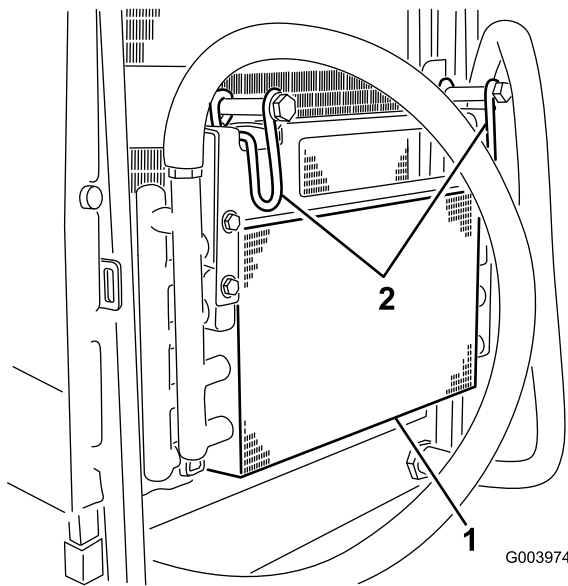

Figure 46
5. Pivotez les verrous vers l'intérieur pour dégager le refroidisseur d'huile (Figure 46).